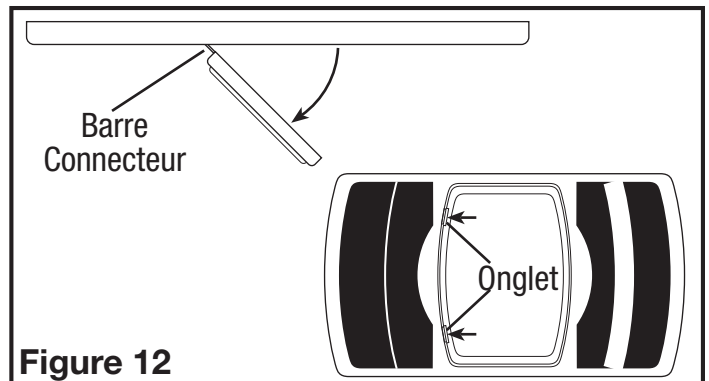

Figure 12
2. Enlever la grille de la boîte et ouvrir la section lentilles de lampe en poussant sur les deux onglets des lentilles de lampe et en tirant vers l'extérieur des lentilles. Les lentilles basculeront en position ouverte sur les barres connecteurs. NE PAS enlever les lentilles de la grille (**Figure 12**).
6. Fermer les lentilles de lumière et fixer en place en les basculant en position et en pressant les onglets en place (**Figure 12**).
3. **Remplacement de l'ampoule :** Débrancher l'alimentation de l'unité. Ouvrir les lentilles de lumière en poussant sur les deux onglets et en la tirant vers l'extérieur des lentilles. Les lentilles basculeront en position ouverte sur les barres connecteurs. NE PAS enlever les lentilles de la grille (**Figure 12**). Dévisser le globe du socle de lampe et le remplacer avec une ampoule incandescente d'un maximum de 100 watts, de type A19 à culot moyen.